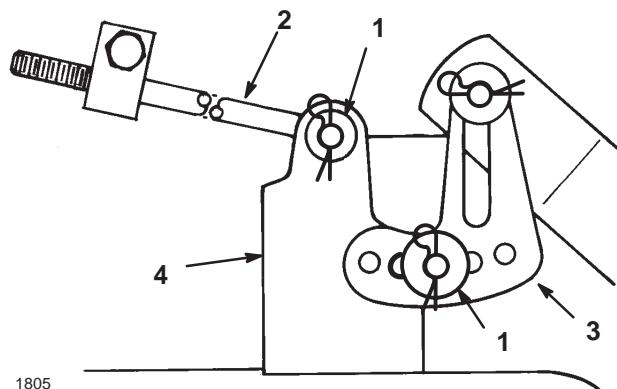

Bild 19
9. Entfernen Sie den Splint und die Scheibe vom Ende der langen Stange (Bild 19). Schieben Sie die Stange aus der Schneidwerkhalterung heraus.
10. Entfernen Sie den Splint und die Scheibe von der Schneidwerknavillierhalterung (Bild 19). Schieben Sie die Halterungen vom Montagestift herunter. Bringen Sie die Scheibe und den Splint zur Einlagerung wieder an.